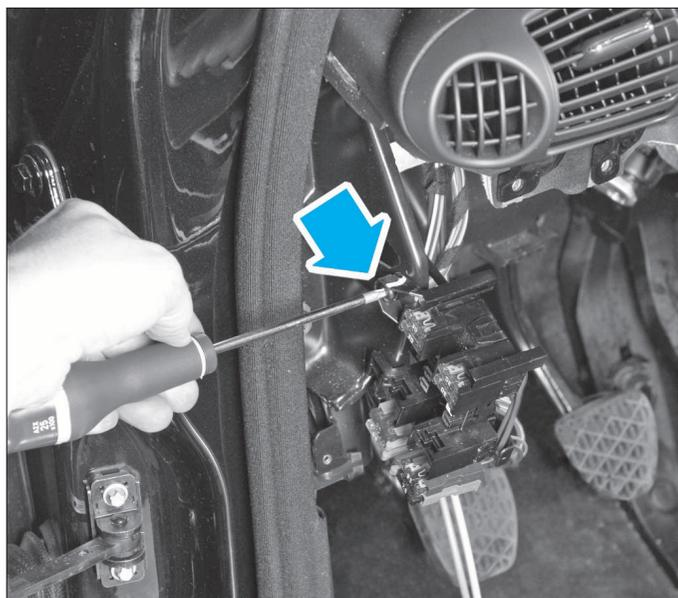

FIG. 42
- les fixations de la boîte à fusibles et la mettre de côté (Fig.42).